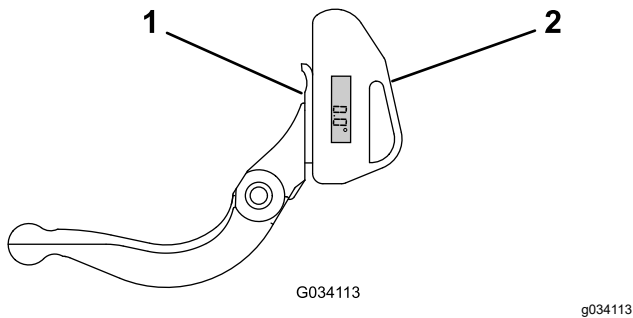

Рисунок 27
- 1. Установите индикатор угла на нижней стороне неподвижного ножа, как показано на Рисунок 27.